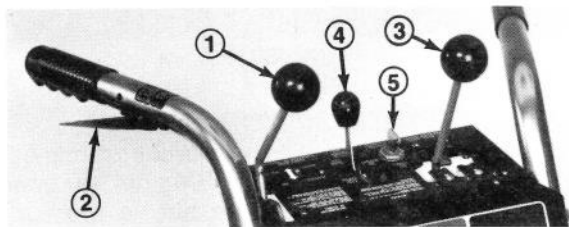

Figure 15
**Commande de tarière (Fig. 15)** — Cette commande a deux positions: EMBRAYÉE (Engage) et DÉBRAYÉE (Disengage). Pour embrayer la tarière et le ventilateur, poussez le levier de commande vers l'avant jusqu'à sa butée. Il dépassera alors le centre du tableau. Pour débrayer la tarière et le ventilateur, ramenez le levier de commande en arrière.
**Levier d'interconnexion de sécurité (Fig. 15)** — Il faut comprimer le levier d'interconnexion de sécurité contre la poignée du mancheron de droite quand la tarière ou les roues sont embrayées. Le moteur s'arrête automatiquement dès qu'on relâche ce levier pendant que la tarière ou les roues sont en prise. Il s'agit d'un dispositif de sécurité destiné à rappeler au conducteur de débrayer la tarière et les roues avant de quitter sa position de sécurité derrière les mancherons.
**Commande d'entraînement des roues (Fig. 15)** — Cette commande a sept positions: N (point mort ou neutre) 2 positions; R1 et R2 (2 vitesses de marche arrière); 1, 2 et 3 (trois vitesses avant). Pour changer de vitesse, placez le levier à la position désirée. Il faut tenir le levier de commande en position R (Marche arrière) pour reculer. Dès qu'on la relâche, la commande retombe automatiquement au point mort. Vous pourrez utiliser les vitesses 1, 2 et 3 selon les conditions d'enneigement. Continuez de comprimer le levier d'interconnexion en changeant de vitesse.
**Commande des gaz (Fig. 15)** — Plus vous poussez le levier vers l'avant, plus vous augmentez la vitesse.
**Clé d'allumage (Fig. 15)** — La clé d'allumage a deux positions: MARCHÉ (On) et ARRÊT (Off). Mettez la clé en position MARCHÉ (On) avant de mettre le moteur en marche à l'aide du démarreur à rappel. Pour arrêter le moteur, mettez la clé en position ARRÊT.
5. Tournez la clé d'allumage en position de MARCHÉ (Fig. 15).